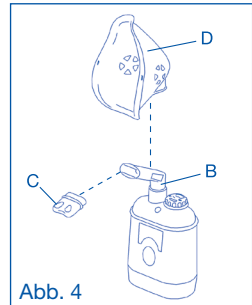

Abb. 4
4. Setzen Sie sich bequem hin und halten Sie das Inhalationsgerät in der Hand. Bringen Sie das Mundstück (B) an den Mund oder benutzen Sie das Nasenstück (C) oder die Maske (D) oder (E) (Abb. 4). Bei Benutzung des Nasenstücks (C) empfehlen wir ein kräftiges Einatmen, um Kondenswasserbildung zu vermeiden, die eine einwandfreie Zerstäubung behindern würde.